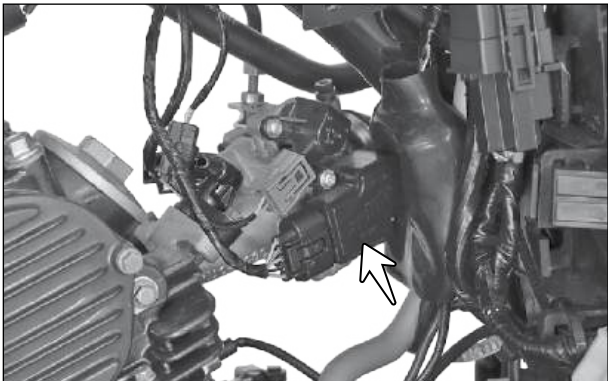

Fig. 5.19
- O sensor de posição do acelerador (seta) fornece a posição exata do acelerador à ECU na forma de variação na resistência. (Fig. 5.19) Verifique a resistência do sensor de posição do acelerador da seguinte maneira: